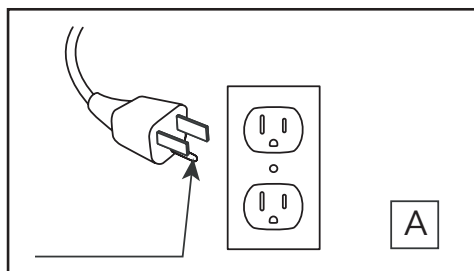

Fig.1
| <p>6. Do not operate any heater with a damaged cord or plug or after the heater malfunctions, has been dropped or damaged in any manner. Discard heater, or return to authorized service facility for examination and/or repair.</p> <p>7. Do not use outdoors.</p> <p>8. This heater is not intended for use in bathrooms, laundry areas and similar indoor locations. Never locate this appliance where it may fall into a bathtub or other water container.</p> <p>9. Do not run cord under carpeting. Do not cover cord with throw rugs, runners or the like. Arrange cord away from traffic areas and where it will not be tripped over.</p> <p>10. To disconnect heater, turn controls to off, and turn off power to heater circuit at main disconnect panel (or operate internal disconnect switch if provided).</p> <p>11. Connect to properly grounded outlets only. This heater is for use on 120 volts. The cord has a plug as shown at A in Fig. 1. Do not use a 2 prong adapter. Never use with an extension cord or relocatable power tap (outlet/ power strip).</p> | <p>6. Ne faites pas fonctionner un appareil dont le cordon ou la fiche est endommagé ou après un dysfonctionnement, une chute ou un dommage quelconque de l'appareil. Mettez l'appareil au rebut ou retournez-le à un centre de service agréé pour examen et/ou réparation.</p> <p>7. N'utilisez pas cet appareil à l'extérieur.</p> <p>8. Cet appareil n'est pas conçu pour être utilisé dans une salle de bains, une salle de lavage ou tout autre endroit humide semblable. Ne placez jamais cet appareil à un endroit où il risquerait de tomber dans une baignoire ou un autre contenant rempli d'eau.</p> <p>9. Évitez de placer le cordon sous un tapis. Ne couvrez pas le cordon avec une carpeste, un tapis de passage ou un autre article semblable. Placez le cordon dans un endroit peu passant et où il ne pourra pas être accroché.</p> <p>10. Pour débrancher le chauffe-eau, mettez les commandes à l'arrêt et coupez l'alimentation du circuit du chauffe-eau au niveau du panneau de déconnexion principal (pour faire fonctionner l'interrupteur de déconnexion interne s'il est fourni).</p> | <p>5. Siempre desenchufe este electrodoméstico cuando no lo use.</p> <p>6. No opere ningún calentador después de que el cable de alimentación o el enchufe estén dañados, o que el calentador esté defectuoso, o de algún daño de alguna manera. Deseche el calentador o devuélvalo a un centro de servicio autorizado para su inspección y / o reparación.</p> <p>7. No lo use en exteriores.</p> <p>8. Este calentador no se debe usar en el baño, lavadero y en espacios húmedos similares interiores. Nunca coloque este calentador donde se pueda caer dentro de una bañera u otro contenedor de agua.</p> <p>9. No coloque el cable debajo de una alfombra. No cubra el cable con alfombras, tapetes o similares. Coloque el cable lejos de zonas de tránsito en donde nadie se pueda tropezar y caer.</p> <p>10. Para desconectar el calentador, apague los controles y apague la fuente de alimentación del circuito del calentador en el disyuntor principal (para operar el interruptor de desconexión interno si se proporciona).</p> |
11. Brancher uniquement dans une prise de courant munie d'une mise à la terre. Cet appareil de chauffage a été conçu pour être utilisé sous une tension de 120 V. La fiche du cordon est montrée à la figure 1 en A. Ne pas utiliser d'adaptateur de 3 broches à 2 broches. Ne jamais utiliser avec une rallonge ou une barre d'alimentation (multiprises).
11. Conectar solamente a una toma de corriente con conexión a tierra adecuada. Este calentador debe utilizarse con 120 voltios. El cable incluye un enchufe tal como se muestra en la figura A en la Fig. 1. No utilice un adaptador de 2 clavijas. Nunca use un cable de extensión o tomas de alimentación reubicable (enchufes/regletas).